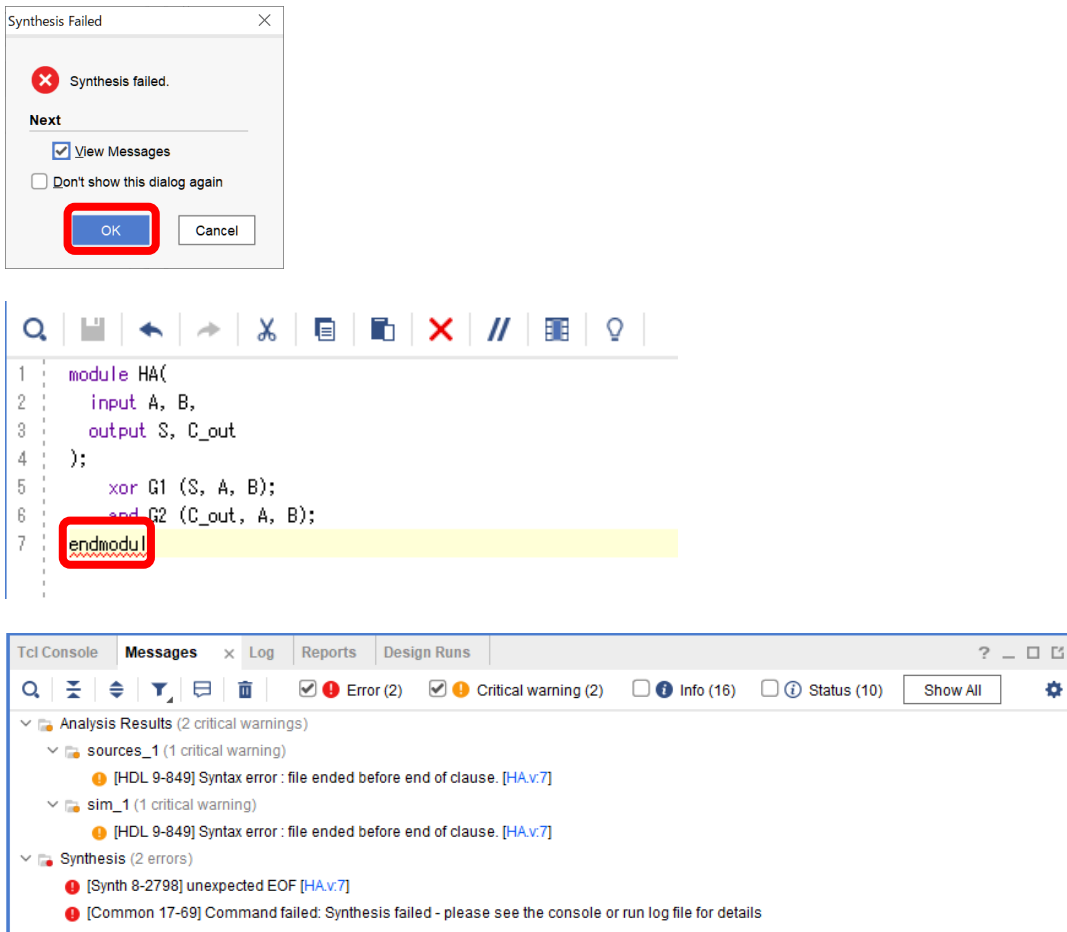

図 11.17 Synthesis failed の例
16) 図 11.17 のように「Synthesis failed」の表示となった場合は「OK」を選択し、ウィンドウ下部に表示されるメッセージを確認する。この際、「Error」と「Critical warning」にチェックが入っていることを確認する。「Critical warning」がトリガーとなって、「Error」が発生することが多いため、この2種類のメッセージに着目する。
また、図 11.17 のプログラム記述において、意図的に 7 行目の「endmodule」の「e」を抜いて、エラーを発生させた例であり、記述ミスの場合は記述の段階で波線が表示される。また、メッセージ末尾の[HA.v:7]は、ファイル名「HA.v」の 7 行目でエラーが発生していることを示している。この場合は「endmodule」に記述ミスが存在することから、「Critical warning」として構文エラーが検出され、「Error」としてプログラムの終了を検出できないことから、7 行目で EOF を検出できないというメッセージが表示されている。